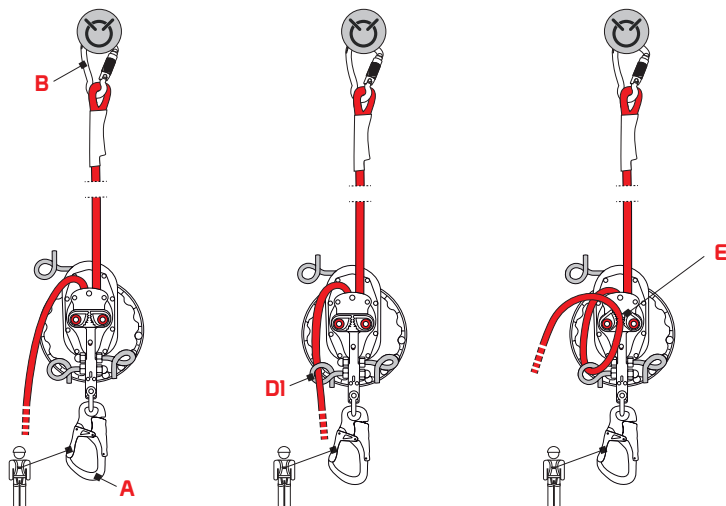

Fig.8
- accrocher le dispositif à un point d'ancrage conforme à la norme EN 795 à l'aide du mousqueton (B),
- relier le mousqueton (A) au point d'ancrage de son harnais,
- introduire la corde libre d'abord dans l'œillet en « queue de cochon » (D1) et ensuite dans la gâchette (E) - fig. 8,